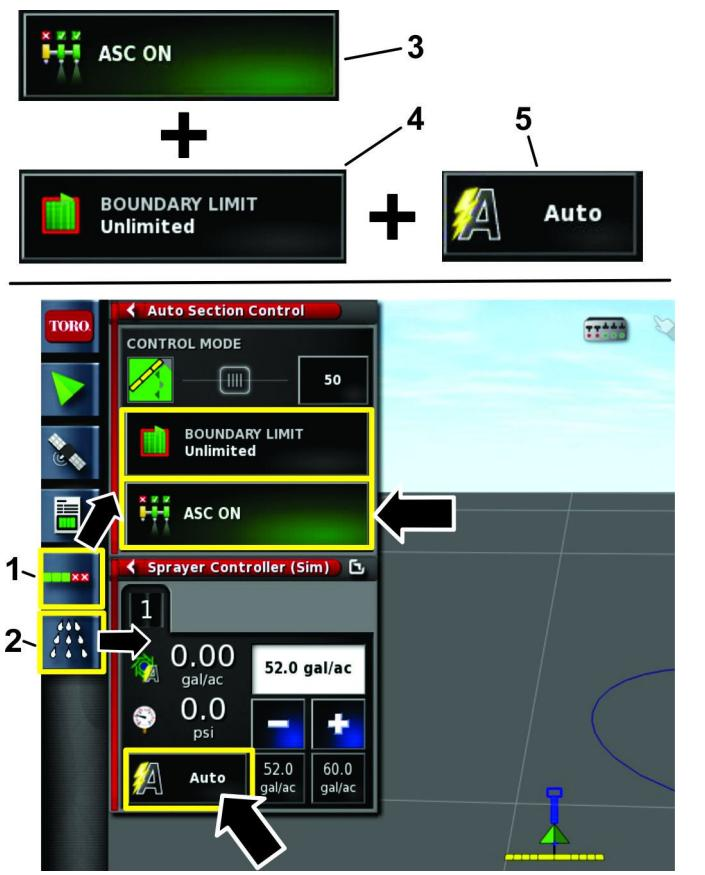

Bild 23
1. Wählen Sie das ASC- und das Sprühsteuergerät-Symbol aus (Bild 23).
2. Bringen Sie das ASC-Symbol in die EIN-Stellung, die Bereichsgrenze in die UNBEGRENZT-Stellung und die Dosierung in die AUTO-Stellung (Bild 23).